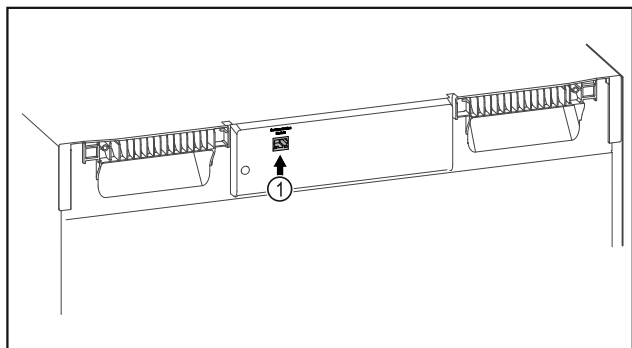

Fig. 83
- SmartModule Fig. 83 (1) er installert.